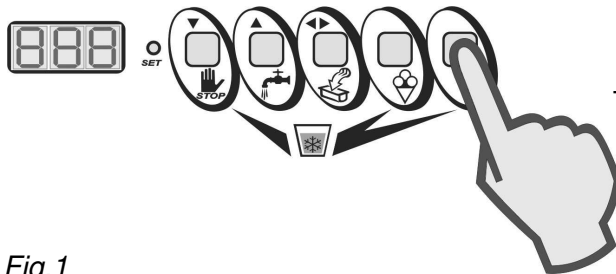

Fig.1
- Appuyer sur la touche SEMI-AUTOMATIQUE pour sélectionner le cycle semi-automatique de congélation avec contrôle du temps (fig.1).